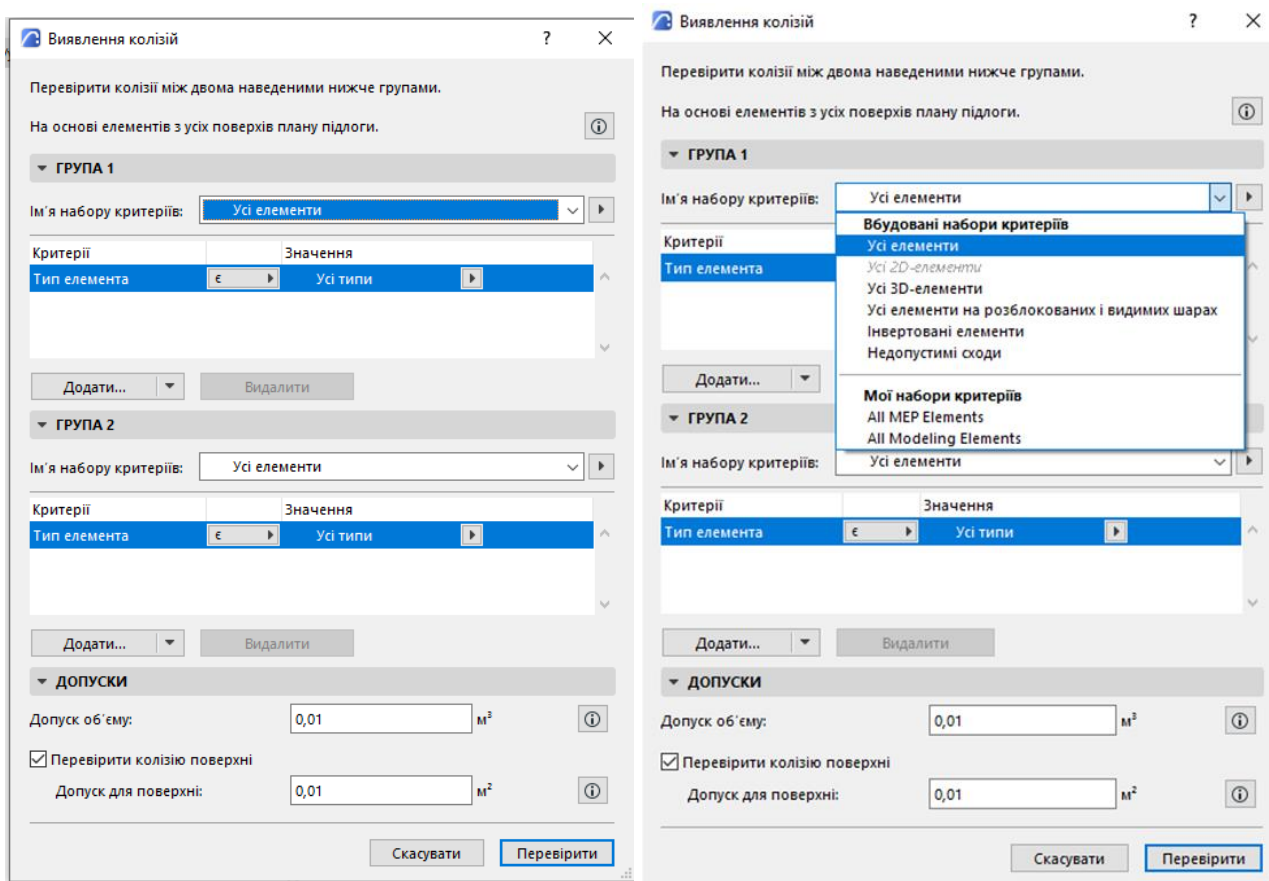

Рисунок 3.2 – Налаштування параметрів Виявлення колізій
2. Активуйте команду меню Проект > Перевірка Моделі > Виявлення Колізій (рис.3.2).